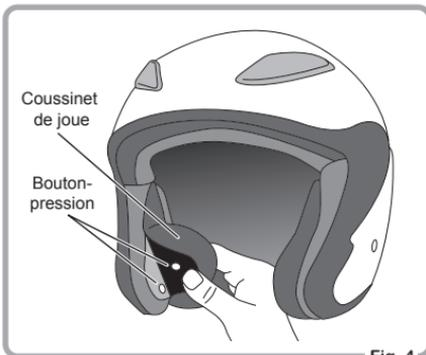

Fig. 4
- ③ Attachez les 2 boutons-pression pour achever la fixation des coussinets. Répétez les mêmes étapes de l'autre côté comme montré sur la Fig.4.